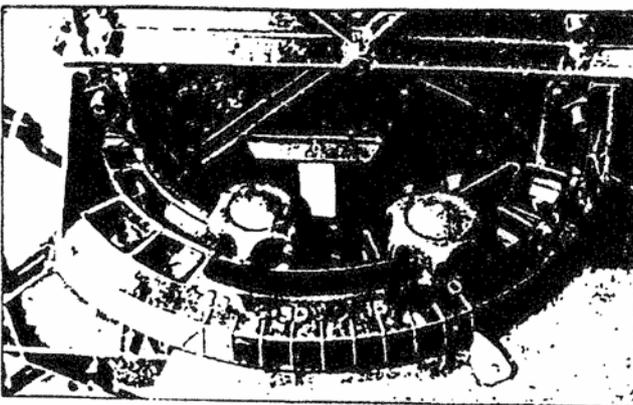

Abb. 4
4. Tisch und Bandsägeblatt im Winkel von 90° ausrichten und mit Sternkopfschrauben festziehen, Abb. 4.